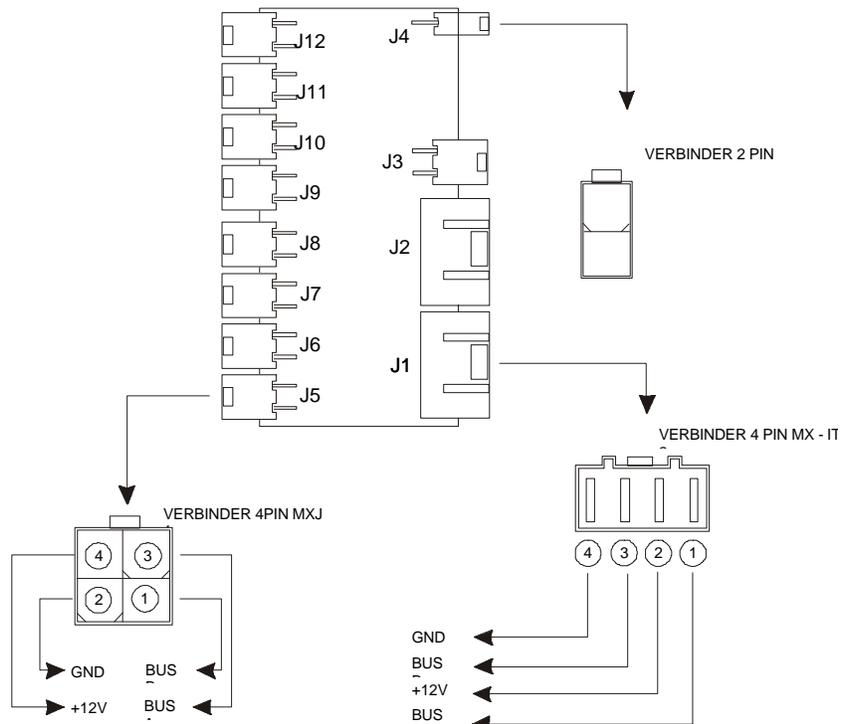

Abbildung 1 "Power Hub"
Die Vorrichtung besteht generell aus drei Arten von Verbindern. Der Verbinder J1, Abbildung 1, normalerweise als Eingang der Vorrichtung angesehen, weist gleichliegende Endklemmen auf, d.h. gemeinsam mit den Verbindern J2 und J3, die daher als ganz einfache Durchführungen betrachtet werden.
- J1..J2 Molex "*caimano*" Kennzeichen **mlx94213-2014** mit den Kontakten wie folgt angeordnet (siehe auch Abbildung 1)
- J12 Molex "*mini-fit Jr*" Kennzeichen **MLX5569-04** mit den Kontakten wie folgt angeordnet (siehe auch Abbildung 1)
- J12 Molex "mini-fit Jr" Kennzeichen **MLX5569-02A2** mit den Kontakten wie folgt angeordnet (siehe auch Abbildung 1)